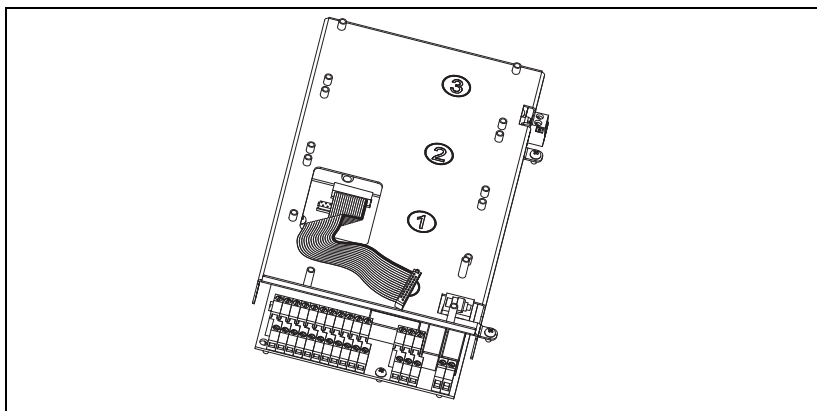

Abb. 12 Anschluss des Flachkabels an die Steuerplatine.
1. Schließen Sie das 16-polige Flachkabel (75 mm) an den X5-Stecker auf der Steuerplatine an (Flachkabel muss nach unten zeigen, wie in Abb. 12).